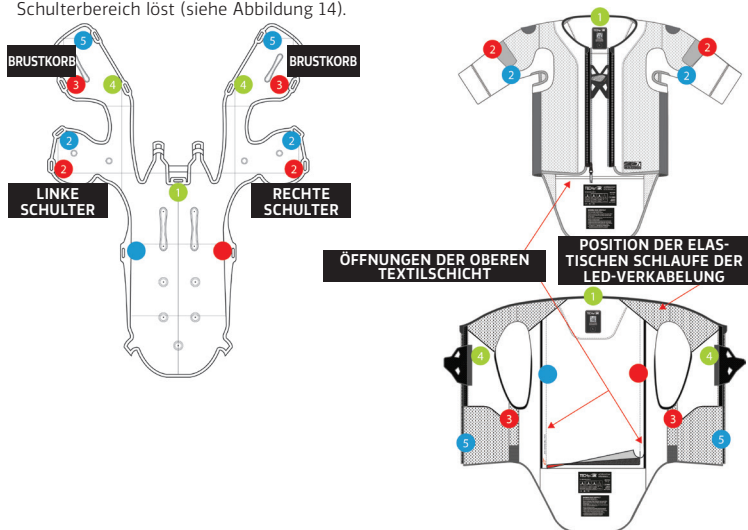

Abbildung 14: Positionen der Verbindungsclips am Airbag (links) und an der oberen Textilschicht des Systems (1) (rechts)
1. Nehmen Sie den Airbag ab. Greifen Sie auf den Airbag durch die in Abbildung 6 gezeigten inneren Öffnungen (7) zu und öffnen Sie alle Verbindungsclips, wie in Abbildung 14 dargestellt. Jeder Clip hat eine Farbe und eine Nummer, um den Benutzer bei der richtigen Anpassung zu unterstützen. Das System verfügt über insgesamt 11 Verbindungsclips: 2 Clips im linken Schulterbereich (#2 blau - #2 rot), 2 Clips im rechten Schulterbereich (#2 blau - #2 rot), 3 Clips auf der linken Seite des Brustbereichs (#3 rot - #4 grün - #5 blau), 3 Clips auf der rechten Seite des Brustbereichs (#3 rot - #4 grün - #5 blau) und 3 Clips für den Rückenbereich (#1 grün - # blau - # rot). Es wird empfohlen, dass der Benutzer die Clips beginnend mit den Clips im Rückenbereich, dann die Clips im Brustbereich und schließlich die Clips im Schulterbereich löst (siehe Abbildung 14).
1. Bringen Sie den Airbag an. Setzen Sie den Airbag wieder in die obere Textilschicht (1) ein, indem Sie ihn durch die Öffnung im Rückenprotektor (5) und vorsichtig durch die Öffnung führen. Legen Sie nun das Gehäuse der Gasfüllvorrichtungen (13) in die Airbag-Steuereinheit (6). Drehen Sie das System so, dass der Rückenprotektor (5) nach unten gerichtet ist. Führen Sie jeden Schutzbereich des Airbags in die entsprechenden Taschen auf dem Rücken, den Schultern und dem Brustkorb ein und achten Sie darauf, dass Sie alle Öffnungen auf der oberen Textilschicht (1) verwenden, wie in Abbildung 6 dargestellt. Achten Sie darauf, dass sich alle Teile des Airbags nicht verdrehen oder falten. Befestigen Sie den Airbag an der oberen Textilschicht (1), indem Sie 10 der 11 in Abbildung 14 gezeigten Verbindungsclips wieder verbinden, mit Ausnahme des einen Verbindungsclips (#1 grün), der sich im oberen Rückenbereich befindet.
1. Einsetzen der elektronischen Komponenten. Nachdem der Airbag neu positioniert wurde, positionieren Sie den Airbag so, dass der Rückenprotektor (5) nach oben zeigt, so dass Sie nun die elektronischen Komponenten und ihre Verkabelung durch die Öffnung im Rückenprotektor (5) einführen können. Positionieren Sie das System so, dass der vordere Verschluss (3) nach oben zeigt, um Zugang zum inneren Bereich der Weste und zur Verkabelung im oberen Rückenbereich zu erhalten. Setzen Sie die peripheren Sensoren wieder in ihre Halterungen in den Klettverschlussaschen ein und achten Sie darauf, dass die Farbe des Sensors mit der auf dem Etikett angegebenen Farbe übereinstimmt, und schließen Sie den Klettverschluss sicher. Bringen Sie abschließend die LED-Anzeige (2) wieder an, indem Sie sie zunächst vorsichtig durch die elastische Schlaufe im linken Schulterbereich führen (siehe Abbildung 14) und dann das Kabel durch den linken Brustbereich bis zur Öffnung in der Nähe des vorderen Verschlusses (3) führen. Führen Sie schließlich die LED-Anzeige (2) in den vorderen Verschluss (3) ein und schließen Sie den Klettverschluss sicher. Schließen Sie den letzten Airbag-Verbindungsclip (#1 grün) im oberen Rückenbereich und überprüfen Sie, ob der Airbag gut positioniert ist und KEINE Falten oder verdrehten Teile aufweist. Sie können dies überprüfen, indem Sie mit der Hand vorsichtig über alle Abschnitte des Airbags fahren. Vergewissern Sie sich auch, dass ALLE Kabel an keiner Stelle straff gezogen sind. Vergewissern Sie sich nun, dass alle internen Öffnungen wie in Abbildung 6 gezeigt geschlossen sind.
2. Schließen Sie die Airbag-Steuereinheit und überprüfen Sie das System. Drehen Sie das System so, dass der Rückenprotektor (5) nach oben zeigt. Vergewissern Sie sich, dass das Gehäuse der Gasfüllvorrichtungen (13) sicher befestigt ist und dass alle Komponenten ordnungsgemäß angebracht sind. Setzen Sie nun die Abdeckung (12) wieder ein und vergewissern Sie sich, dass sie sicher geschlossen ist. Vergewissern Sie sich schließlich, dass das System voll funktionsfähig ist, indem Sie den vorderen Verschluss (3) des Systems schließen und die in Abschnitt 13 beschriebene LED-Sequenz überprüfen